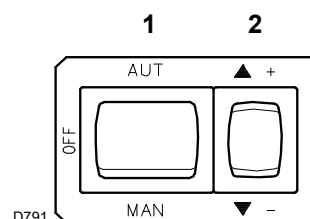
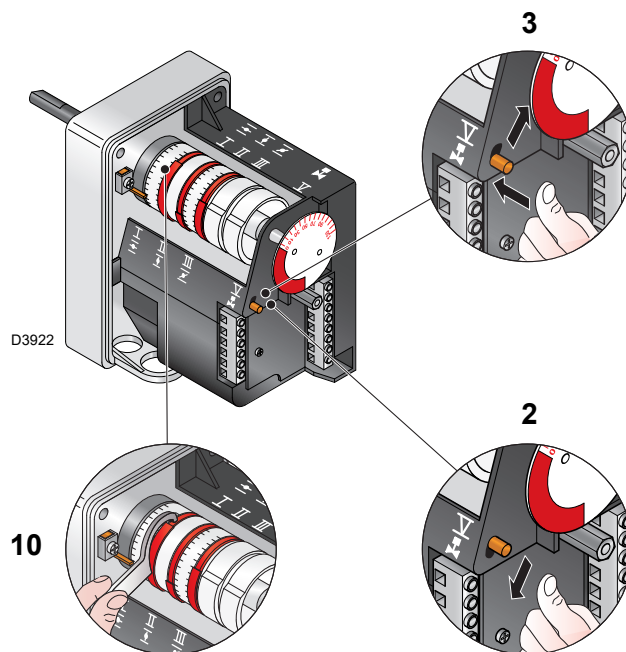

Abb. 28
Abb. 32
Schließen Sie die Thermostate/Druckwächter und stellen Sie den Schalter auf **“MAN”** (Abb. 28).
Drücken Sie nun die Taste 2)(Abb. 28) "Erhöhen der Leistung" und halten Sie die Taste gedrückt, bis der Stellantrieb die Luftklappe und die Gasdrossel geöffnet hat.
Die Taste 2)(Abb. 28) "Verringern der Leistung" drücken und gedrückt halten, bis der Stellantrieb die Luftklappe geschlossen und die Gasdrossel auf 50° eingestellt hat (werkseitig durchgeführte Einstellung).
- Für die Durchsatzverringern den Winkel der Nocke III (Abb. 32) mit kleinen Verstellungen schrittweise reduzieren, d.h. vom Winkel 65° auf 63° - 61° ...
- Für die Erhöhung den Wahlschalter "Erhöhen der Leistung" 2) (Abb. 28) kurz drücken (die Gasdrossel um 10°-15° öffnen), den Winkel der Nocke III (Abb. 32) mit kleinen Verstellungen schrittweise vergrößern, d.h. von 65° auf einen Winkel von 67° - 69° bringen....
Zum ggf. erforderlichen Einstellen des Nockens III, besonders für die kleinen Verstellungen, kann der entsprechende Schlüssel 10)(Abb. 32) verwendet werden.
Zeichenerklärung (Abb. 32)